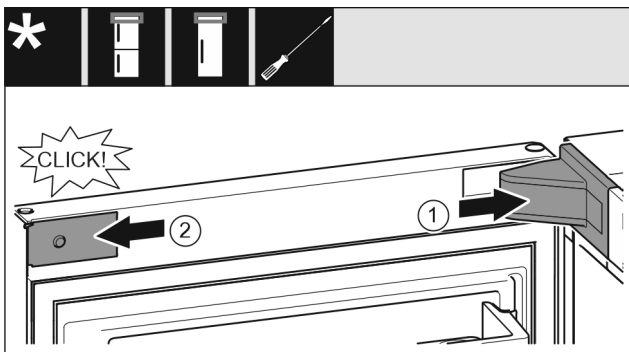

Fig. 19
- ▶ Встановіть та зафіксуйте кришку опорного кронштейна, у разі необхідності – обережно розтисніть. Fig. 19 (1)
- ▶ Встановіть збоку і зафіксуйте накладку. Fig. 19 (2)